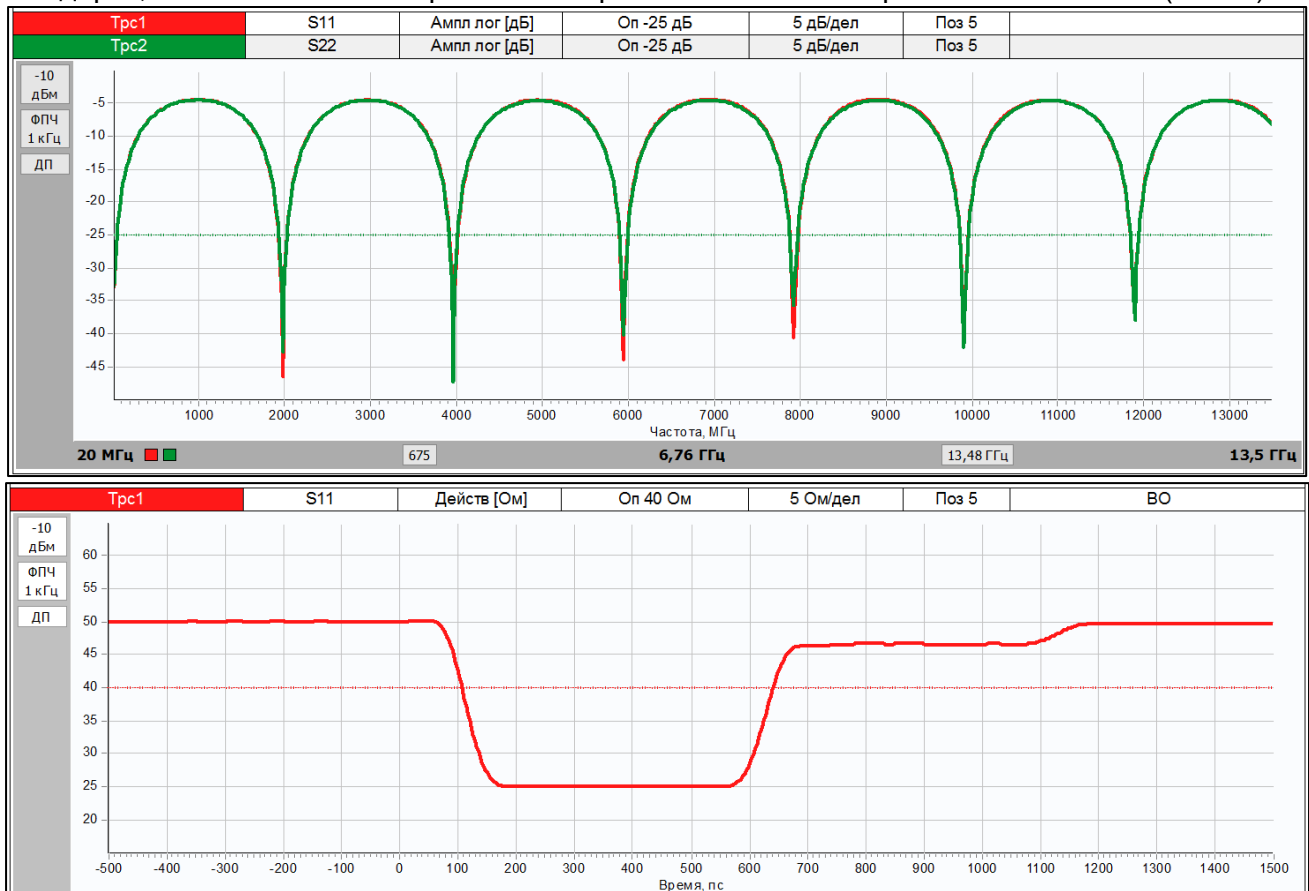

Рис. 7. АЧХ и переходная характеристика Beatty-стандарта.
10. В результате мы получили две диаграммы для оценки АЧХ коэффициентов отражения S_{11} и S_{22} (трассы совпадают) и переходной характеристики (полученная из S_{11}) Beatty-стандарта, включенного в измерительный тракт с волновым сопротивлением 50 Ом (Рис. 7).